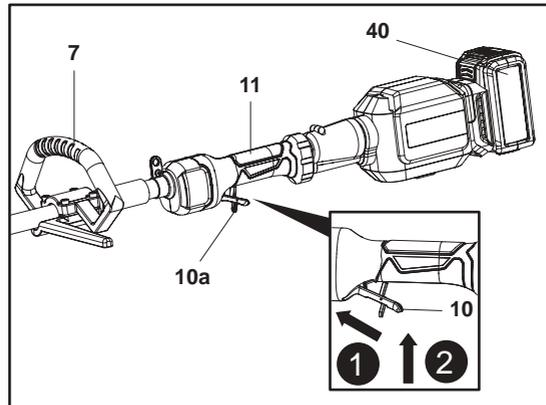

Fig. 31
1. Asegúrese de que la batería (40) está en el puerto de conexión de la batería (13).
2. Asegúrese de que el cabezal de recorte (1), la cadena (14), la cuchilla del cortasetos (25) o la cuchilla de corte (35) no tocan ningún objeto. Retire la cubierta de la espada (24) o la cubierta de la cuchilla del cortasetos (31) de la cadena (15) o la cuchilla del cortasetos (25) antes de encender el producto.
3. Sostenga el producto con una mano en la empuñadura principal (11) y la otra en la empuñadura auxiliar (7). No arranque el producto mientras lo manipula con una mano.
4. Empuje la palanca de bloqueo-apagado (10a) y manténgala en posición (Fig. 31, paso 1).
5. Presione el interruptor de encendido/apagado (10) para encender el producto (Fig. 31, paso 2). Seguidamente, suelte la palanca de bloqueo-apagado (10a).
6. Suelte el interruptor de encendido/apagado (10) para apagar el producto.